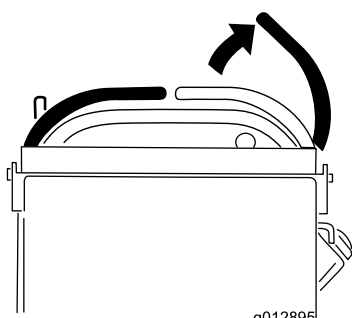

Figura 11
- Mueva las palancas de control de movimiento a punto muerto y mueva la palanca de control de movimiento derecha a la posición de bloqueo/punto muerto (Figura 11).